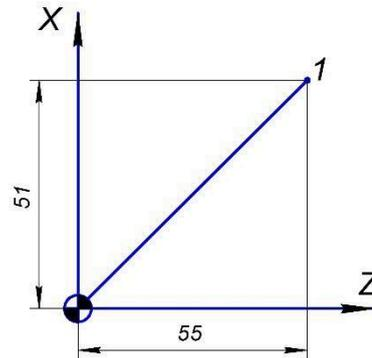

Рис. 4. Линейная интерполяция
**G0, G1** – линейная интерполяция (прямоугольная система координат). (рис. 4)